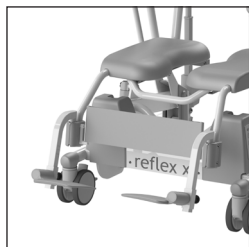
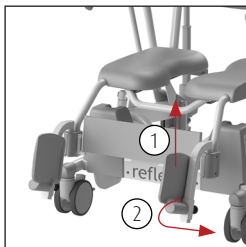

Figura 3. Reposapiés plegable.
Figura 4. Volteando el reposapiés.
- Antes de que el cliente se siente en la silla Reflex XL, los reposapiés deben plegarse hacia arriba (Ver figura 3). Esto garantizará que haya suficiente espacio para que la persona se siente fácilmente en la silla. Si se necesita aún más espacio, los reposapiés se pueden plegar (Ver figura 4). Primero se levantan ligeramente los reposapiés (1) y luego se giran (2).